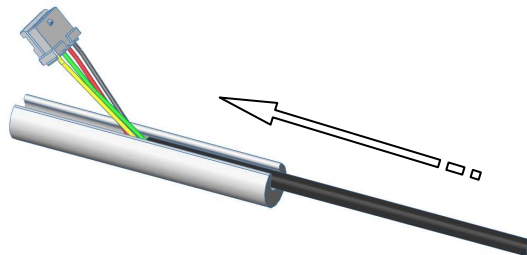

Bild 5
2. Führen Sie das Verbindungskabel in die Achse ein (Bild 5)